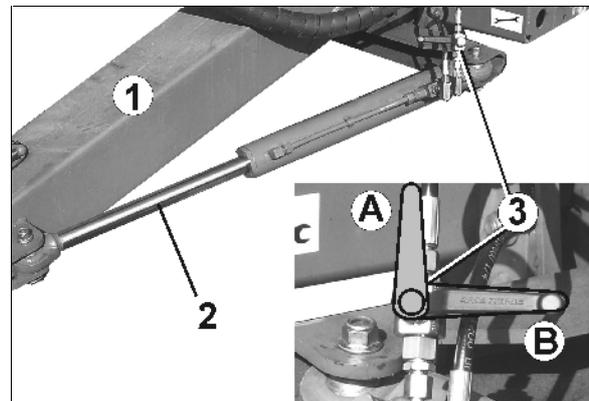

Fig. 112
- **Timon directeur: fermez le robinet d'arrêt (Fig. 112/3) sur le vérin hydraulique (Position B).**
Pour utiliser le timon directeur, ouvrez le robinet à boisseau sphérique (Fig. 112/3) au niveau du vérin hydraulique (position A)!